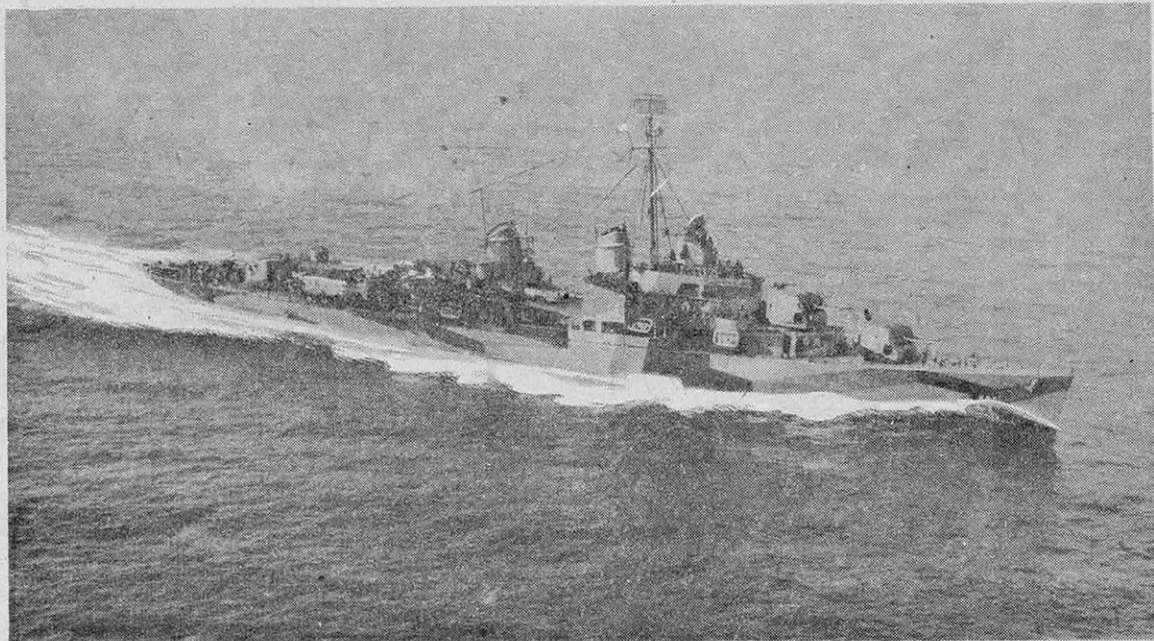

FIG. 7. — LE SUPER-DESTROYER AMÉRICAIN « ALLAN M. SUMMER »
- des super-destroyers d'environ 2 500 t W pour accompagner les forces de raid, avec un fort armement de D. C. A. et de grenades anti-sous-marines et, au moins, une plate-forme quadruple ou quintuple de tubes lance-torpilles (fig. 7 et 8) ;